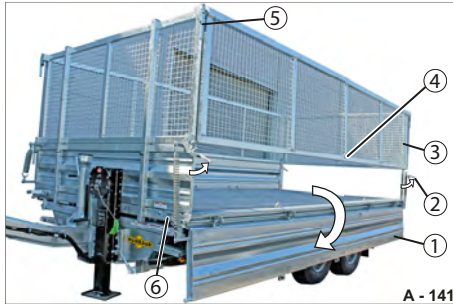

Abb. 147 Grundbordwand seitlich abgeklappt, Stahlgitteraufsatz pendelt
Die Zentralverriegelung (Abb. 147/6) und die Verschlüsse des Stahlgitteraufsatzes (Abb. 147/5) müssen geschlossen bleiben!
- ▶ Entsichern Sie die Scharniere (Abb. 147/4).
- ▶ Entriegeln Sie die Verschlüsse (Abb. 147/2) der Grundbordwand.
- ▶ Halten Sie die Grundbordwand (Abb. 147/1) fest und klappen Sie diese langsam / kontrolliert herunter. Die Grundbordwand hängt an den Verschlussstellen der Zentralverriegelung.
- ▶ Klappen Sie die Grundbordwand (Abb. 147/1) hoch.
- ▶ Verriegeln Sie die Verschlüsse der Grundbordwand (Abb. 147/2).
- ▶ Sichern Sie die Scharniere (Abb. 147/4) - siehe Seite **172**. Die Grundbordwand und Stahlgitteraufsatz sind verriegelt.